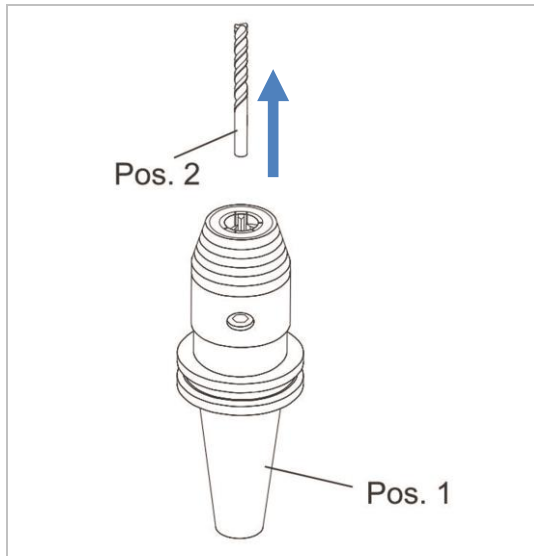

Abbildung 8: Werkzeug entnehmen
2. Entnehmen Sie das Werkzeug (Pos. 2) aus der Aufnahmebohrung des Bohrfutters (siehe „Abbildung 8: Werkzeug entnehmen“).